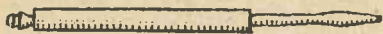

Fig. 9.
12. - *Gli utensili per modellare.* Per tutti i tipi di modellatura del cuoio occorrono utensili consistenti in una impugnatura di legno, nella quale sono infissi un tondino o una lama sagomati in maniera diversa, a seconda dell'uso cui sono destinati. Servono per allargare e approfondire le linee impresse sul cuoio nel riportarvi il disegno, per brunire, per premere e lucidare gli sfondi, per dar rilievo al disegno e via dicendo. I tre tipi più comuni sono illustrati nelle figure 9, 10 e 11.
13. - *Il tracciatore.* E' illustrato in fig. 9. Si tratta di un utensile a punta smussata da usare per trasferire il disegno dalla carta al cuoio, come illustrato in fig. 13. Viene usato anche per approfondire i segni lasciati durante il trasferimento, una volta che la carta è stata rimossa.